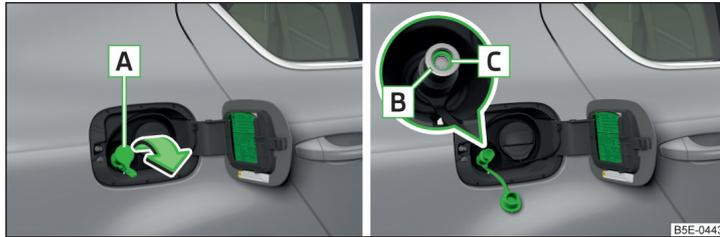

Abb. 288 Erdgaseinfüllstutzen
- Die Kappe **A** » Abb. 288 in Pfeilrichtung abnehmen und die Füllkupplung der Betankungsanlage auf den Einfüllstutzen **B** stecken.
- Prüfen, ob der Dichtring **C** » Abb. 288 im Einfüllstutzen **B** stecken blieb. Ist der Dichtring auf die Füllkupplung gerutscht, dann ist dieser wieder in den Einfüllstutzen einzusetzen.